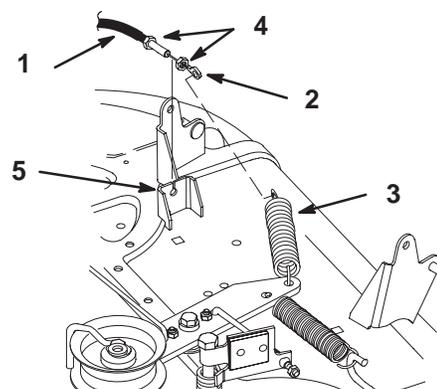

Abbildung 38
6. Das Ringende des Mähwerkkabels von der Führungsrollenfeder lösen (Abb. 38).
7. Die Gegenmutter am Haltebügel vom Mähwerkkabel entfernen. Das Kabel vom Bügel schieben (Abb. 38).